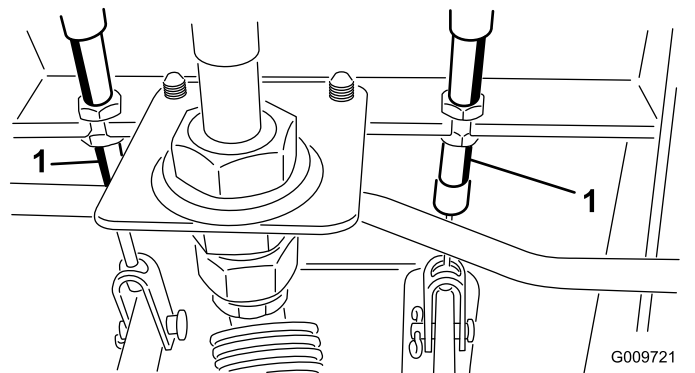

Figura 119
- A. Slăbiți piulia din față pe capătul filetat al cablului de frână (Figura 119).